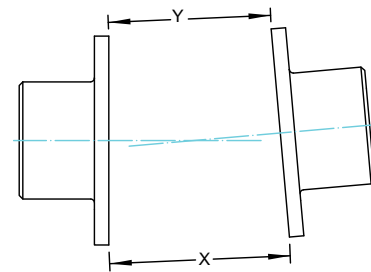

Figura 8 - Desalineación angular.
- 8.7. El valor de "desalineación angular" es la diferencia máxima entre las mediciones X e Y tomada en los extremos opuestos de los rebordes del buje, como se muestra en la Figura 8.